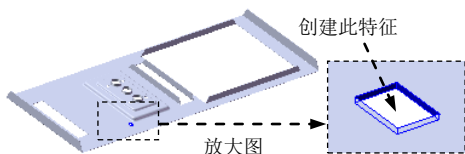
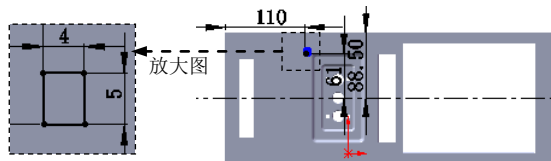

图 17.8.50 创建切除-拉伸 5
图 17.8.51 横断面草图
Step13. 创建图 17.8.50 所示的切除-拉伸 5，横断面草图如图 17.8.51 所示，具体操作过程请参见 Step12。